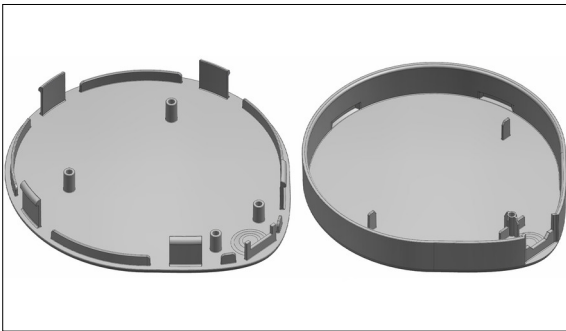

Abbildung 1: Give-away-Unterschale (links), Give-away-Oberschale (rechts)
**Ergebnis:** Das Give-away beinhaltet ein induktives Ladegerät, womit neuere Mobiltelefone geladen werden können. Gleichzeitig funktioniert es, dank des integrierten NFC-Chips, als elektronische Visitenkarte. Das Kunststoffgehäuse besteht aus Unter- und Oberschale, welche durch eine Schnapphaken-Verbindung zusammen montiert werden (siehe Abbildung 1). Ein modernes Produktdesign, kombiniert mit den exklusiven Funktionalitäten lassen das Give-away attraktiv wirken (siehe Abbildung 2).